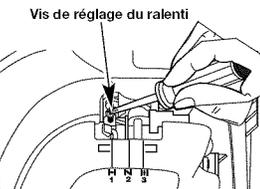

Fig. 34
La vitesse de ralenti du moteur est réglable à l'aide d'une vis de réglage accessible par un trou situé sur le dessus du couvercle du moteur (Fig. 34).
- Relâchez la manette des gaz et laissez le moteur tourner au ralenti. Si le moteur s'arrête, insérez un tournevis cruciforme entre la couverture du filtre à air et celle du moteur (Fig. 34). Tournez la vis du ralenti dans le sens des aiguilles d'une montre, 1/8 de tour à la fois (selon le besoin) jusqu'à ce que le moteur tourne au ralenti sans à-coups.